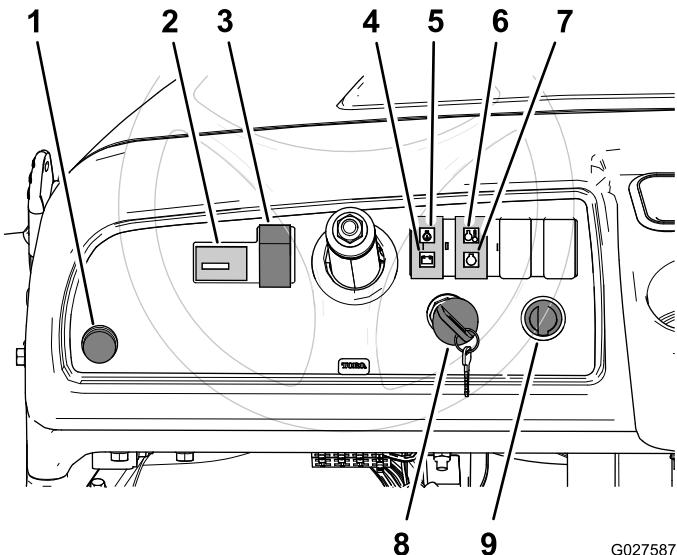

Рисунок 6
Кнопка звукового сигнала находится в нижнем левом углу приборной панели (Рисунок 6). Нажмите кнопку для подачи звукового сигнала.
Переключатель фар расположен слева от рулевой колонки (Рисунок 6). Используйте его для включения фар. Нажмите переключатель вверх для включения фар или вниз для их выключения.
Счетчик моточасов расположен слева от переключателя фар (Рисунок 6). Используйте счетчик моточасов, чтобы определить общую наработку двигателя в часах. Счетчик часов работы начинает отсчет, как только ключ зажигания поворачивается в положение ВКЛ. (ON), а также активен при уже работающем двигателе.
Индикатор аккумулятора расположен справа от рулевой колонки и над индикатором масла (Рисунок 6). Индикатор аккумулятора загорается на несколько секунд при первом запуске двигателя, затем выключается, когда двигатель начинает работать. Если индикатор аккумулятора горит, когда двигатель работает, то генератор, аккумулятор или электрическая система повреждены.
Индикатор давления масла двигателя расположен справа от рулевой колонки, под индикатором аккумуляторной батареи (Рисунок 6). Индикатор давления масла двигателя предупреждает оператора в случае падения давления масла ниже безопасного значения, необходимого для работы двигателя. Если индикатор загорается и не гаснет, заглушите двигатель и проверьте уровень масла. При необходимости, долейте масло в двигатель; см. Проверка уровня масла в двигателе \(страница 25\).
Индикатор температуры охлаждающей жидкости двигателя расположен справа от индикатора аккумуляторной батареи и индикатора давления масла двигателя, над индикатором запальной свечи (Рисунок 6). Индикатор температуры охлаждающей жидкости двигателя предупреждает оператора о слишком высокой температуре охлаждающей жидкости, при которой не разрешается продолжать эксплуатировать двигатель (двигатель перегревается). Остановите двигатель и дайте машине остыть. Проверьте уровень охлаждающей жидкости и ремни привода вентилятора и водяного насоса. При необходимости долейте охлаждающую жидкость в бак и замените любые изношенные, поврежденные или проскальзывающие ремни.
Индикатор запальной свечи расположен справа от индикатора аккумуляторной батареи и индикатора давления масла двигателя, под индикатором температуры охлаждающей жидкости в двигателе (Рисунок 6).
Выключатель зажигания расположен справа от рулевой колонки и под индикатором аккумуляторной батареи, индикаторами давления масла в двигателе, температуры охлаждающей жидкости в двигателе, запальных свечей (Рисунок 6). Используйте выключатель зажигания для запуска и остановки двигателя. Выключатель имеет три положения: Выкл. (OFF), Вкл. (ON) и ПУСК (START).
Электрическая розетка расположена справа от выключателя зажигания (Рисунок 6). Используйте электрическую розетку для питания дополнительных 12-вольтовых электрических устройств.